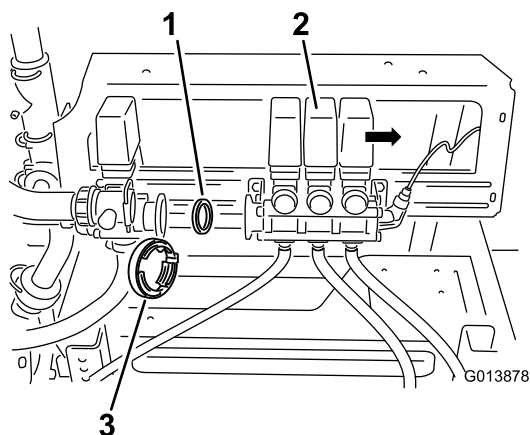

Figura 5
3. Afaste cuidadosamente o conjunto da válvula da rampa da válvula de agitação (Figura 5).
4. Retire a junta existente do corpo da válvula (Figura 5).